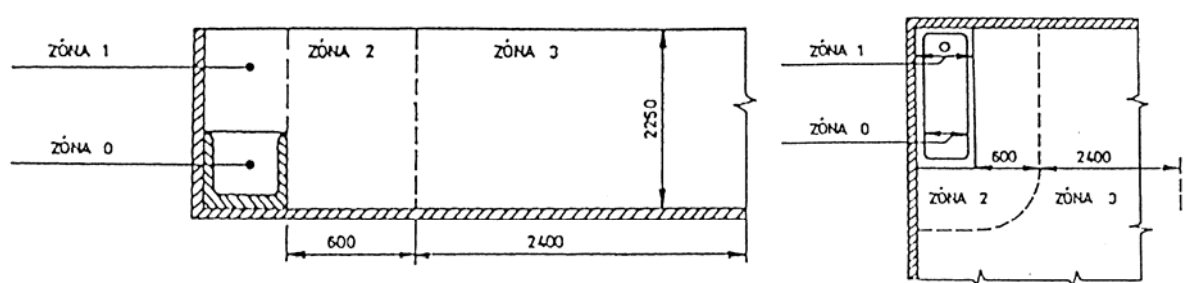

Рис. 1
- котел может быть установлен в обычной среде. Котел запрещается устанавливать в ванных комнатах и душевых в зонах 0, 1, 2, 3 согласно чешских норм (см. рис.1 ниже).